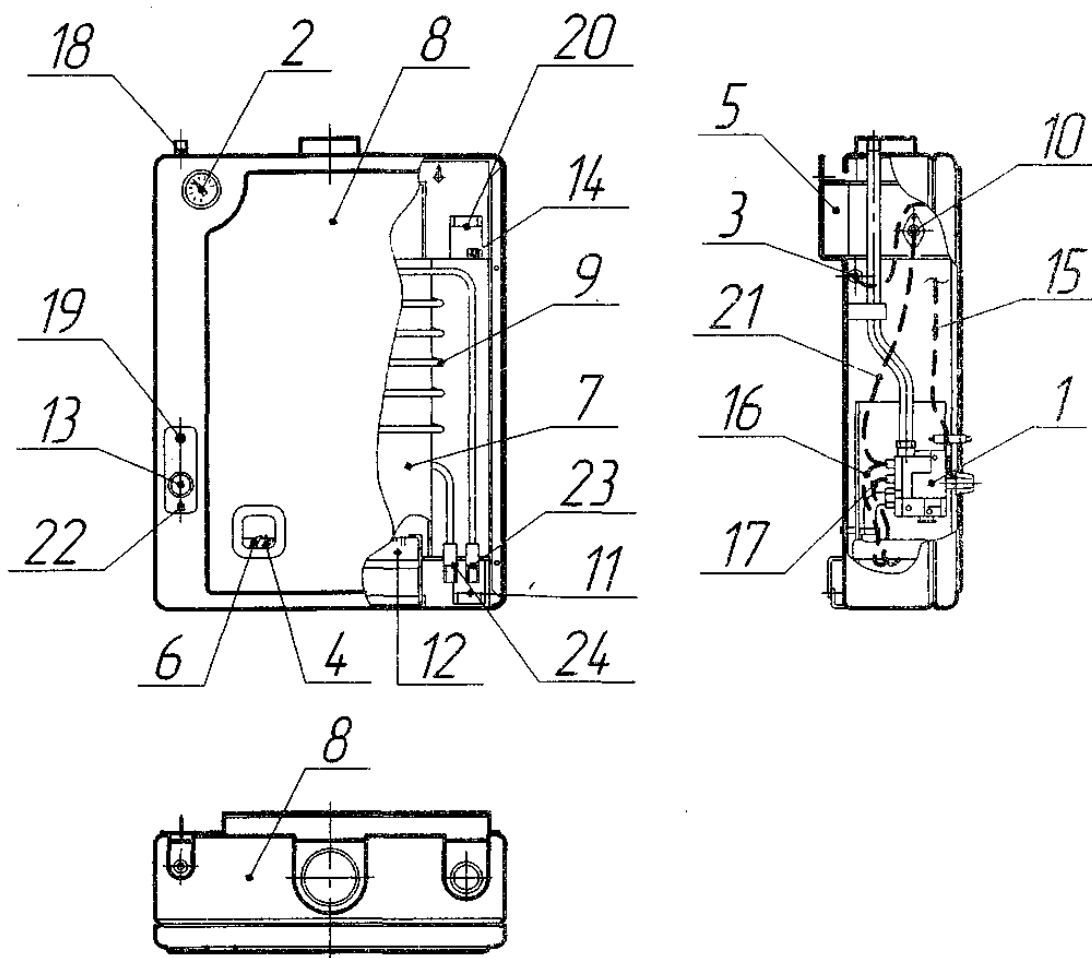

Рис. 1 Конструкция котла
Конструкция котла представлена на рис.1.
Котел рис. 1 состоит из следующих основных узлов и деталей: теплообменника поз.7, газогорелочного устройства поз. 12, газоподводящей трубки поз. 18, блока автоматики поз.1, газоотвода поз. 5, указателя температуры воды поз. 2 с датчиком поз. 3, облицовки поз. 8. В водяной полости теплообменника установлен выполненный из медной трубки змеевик ГВС поз. 9.
5.7 Перед началом монтажа необходимо провести расконсервацию котла, проверить правильность его сборки в соответствии с рис. 1 и рис. 4 А, и убедиться в надежном и полном закреплении всех деталей и сборочных единиц.